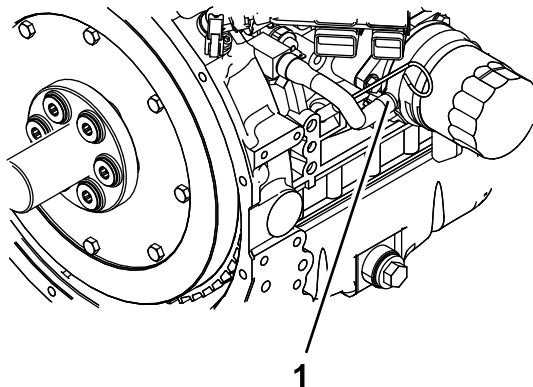

Figure 56
- Débranchez le flexible de liquide de refroidissement du refroidisseur d'huile, et vidangez le liquide du bloc-moteur (Figure 56).